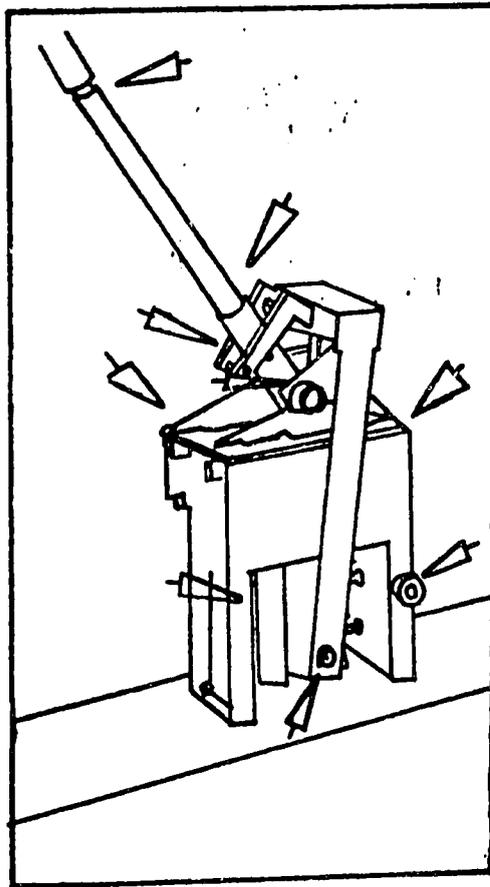

Fig. 15 - Puntos de lubricación.
49. Lubricación. Todas las partes que están expuestas al desgaste por fricción (rodillos, charetas, los angulos que le sirven de guía, la platina del pistón, las superficies interiores de la caja, el cilindro del pistón, cojinetes y soportes del eje) deben ser lubricadas cada cuatro a ocho horas con grasa o aceite espesa para asegurar que la operación sea suave, y para rebajar el desgaste (ver Fig. 15).